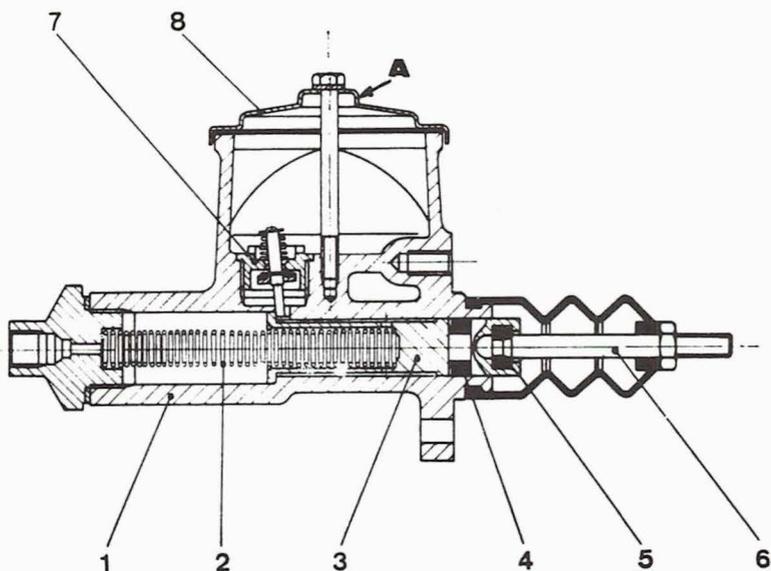

Fig. 4.2. - Cilindro maestro.
5. Mantener el nivel del líquido en el depósito del cilindro maestro (fig. 4.2) a unos 6 mm. del borde superior de dicho depósito, e inspeccionar el orificio de aireación A (fig. 4.2), que no debe estar obturado.